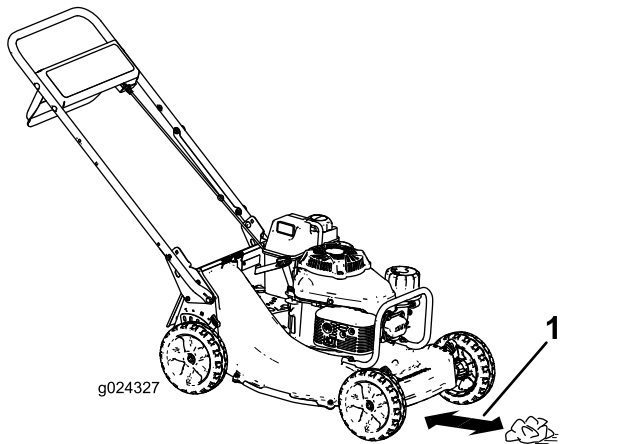

図 18
4. 新聞紙のボールをマシンの前 13cm くらいの位置に置く  図 18。